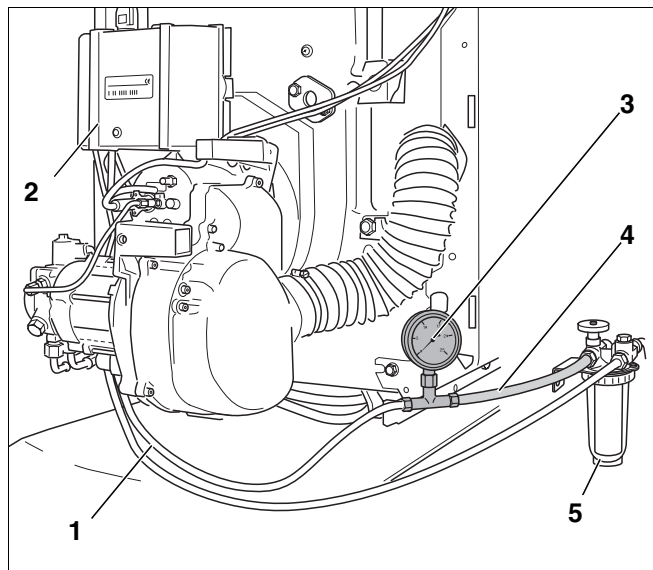

Рис. 14 Топливный фильтр, вакуумметр и прозрачный шланг
- Установить вакуумметр (рис. 14, **поз. 3**) с прозрачным шлангом (рис. 14, **поз. 4**; дополнительная комплектация), как показано на рисунке 14, между топливным фильтром (рис. 14, **поз. 5**) и всасывающим топливопроводом (рис. 14, **поз. 1**).
- Контролируйте отсутствие пузырьков воздуха во всасываемом топливе, идущем по прозрачному шлангу (рис. 14, поз. 4, стр. 17).